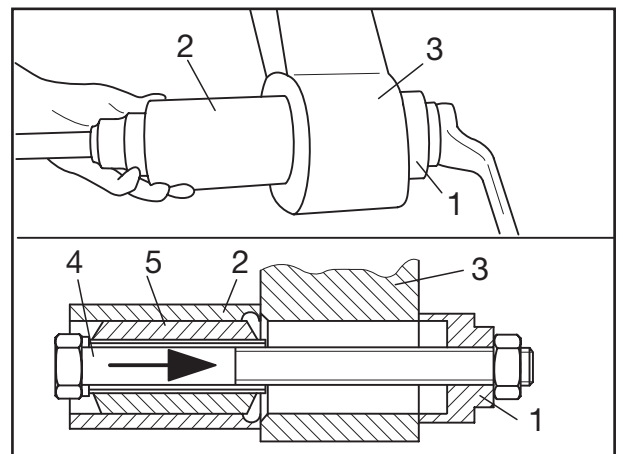

Fig. 39
- [4] Neue Gummi-Stahl-Buchse (Fig. 39/5) außen mit Seifenwasser einstreichen und in das Rohr (Fig. 39/2) einschieben.
- [5] Rohr so ansetzen, dass die innere Ringnut (Fig. 39/Pfeil) an der angefasten Seite des Federauges (Fig. 39/3) anliegt. Schraube einschieben, Druckstück (Fig. 39/1) ansetzen, Mutter aufschrauben und Gummi-Stahl-Buchse in das Lenkerfederauge einziehen.
- [4] Coat new bonded rubber bush (Fig. 39/5) on the outside with soapy water and insert into the tube (Fig. 39/2).
- [5] Position tube so that the inner annular groove (Fig. 39/arrow) is resting on the chamfered side of the spring eye (Fig. 39/3). Push in bolt, fit on thrust piece (Fig. 39/1), screw on nut and pull bonded rubber bush into the trailing arm eye.
- [4] Enduire l'extérieur de la nouvelle douille métallo-caoutchoutée (fig. 39/5) d'eau savonneuse et la faire entrer dans le tube (fig. 39/2).
- [5] Placer le tube de manière à ce que le manchon intérieur (fig. 39/flèche) soit contre le côté biseauté de l'oeil (fig. 39/3). Introduire la vis, mettre la butée (fig. 39/1), serrer l'écrou et faire entrer la douille métallo-caoutchoutée dans l'oeil du ressort de guidage.